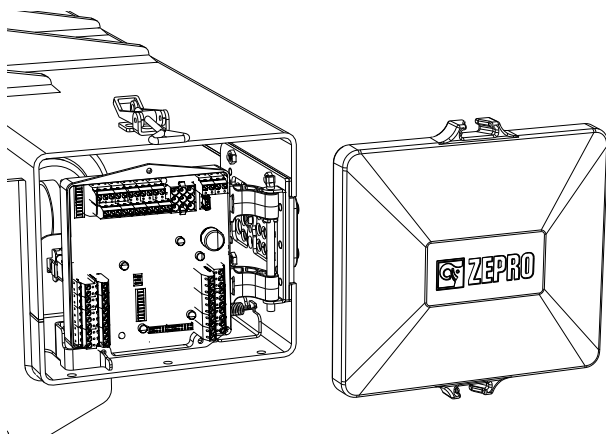

Figure 17. Démontez le capuchon de protection
2. Retirer le couvercle de protection maintenu par deux systèmes de verrouillage rapide, voir Figure 17.